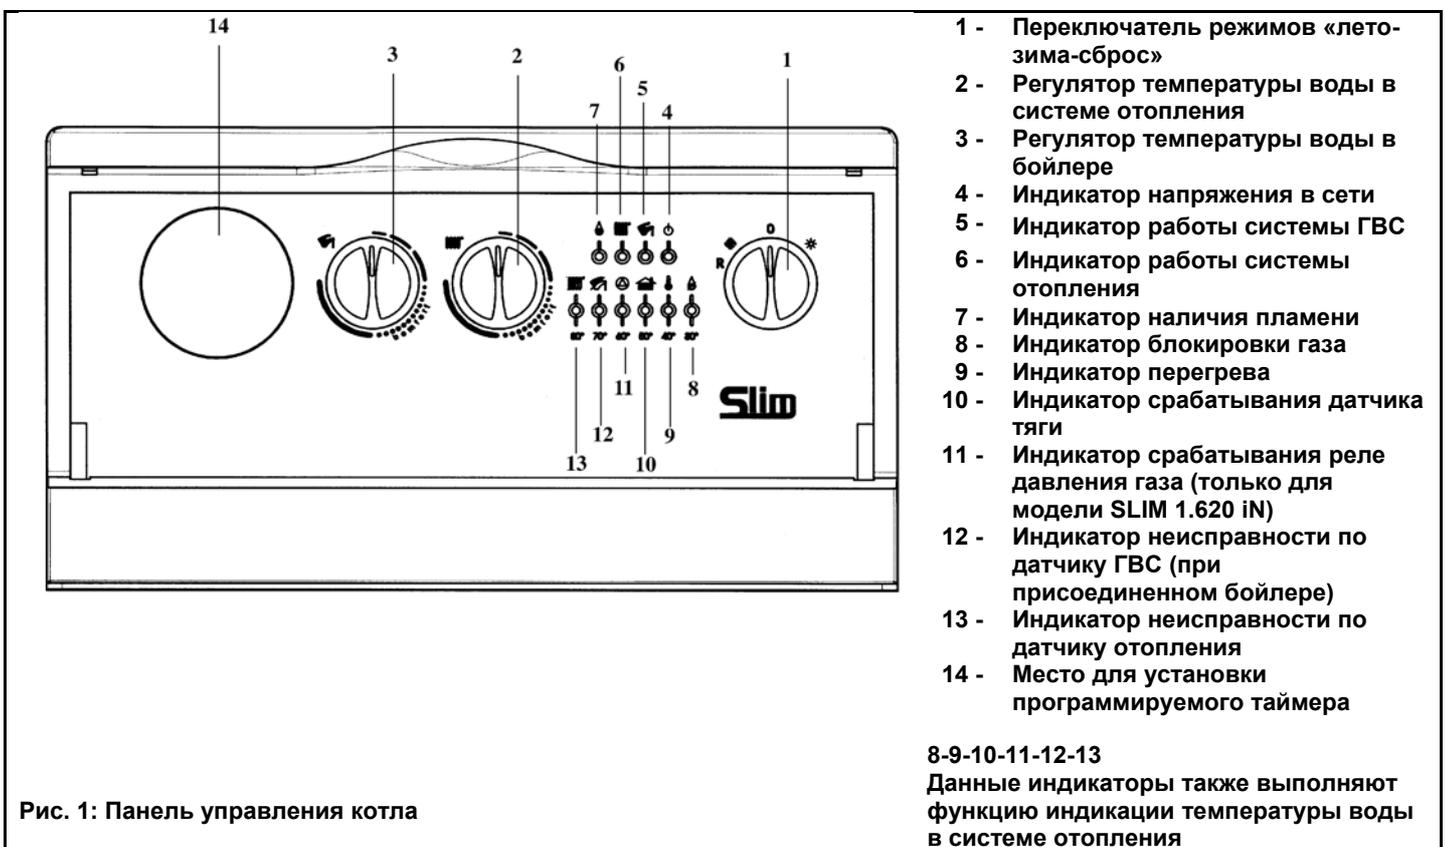

Рис. 1: Панель управления котла
- установить переключатель режимов «лето - зима» (рис. 1, позиция 1) в режим «зима» ❄️;
- установить регулятор температуры воды в системе отопления (рис. 1, позиция 2) на нужное значение.
Важная информация: при переключателе режимов «лето - зима» (рис. 1, позиция 1), установленном в положении «зима» ❄️, перед каждым очередным включением котла по сигналу регулятора системы отопления установлена задержка на несколько минут (для того чтобы избежать частых включений/выключений). Для того чтобы горелка включилась сразу, переведите переключатель в положение (0), а затем снова установите режим «зима».
Внимание! При первом включении внутри трубы подачи газа могут образоваться воздушные пробки. В таких случаях горелка не будет включаться и произойдет блокировка котла по газу (загорается красная лампочка блокировки котла - рис. 1, позиция 8). При возникновении данной проблемы повторите процесс включения котла до поступления газа в горелку, кратковременно установив перед включением переключатель режимов (рис. 1, позиция 1) в положение R (сброс).
Регулятор температуры воды в бойлере (рис. 1, поз. 3) может использоваться только при наличии накопительного бойлера. В этом случае возможно отрегулировать температуру воды контура ГВС, установив регулятор на нужное значение.
Приоритет ГВС можно отключить установив регулятор (рис. 1, поз. 3) на минимальное значение в соответствии с функцией защиты от замерзания воды в бойлере.
Данное устройство может быть снабжено комнатным термостатом для контроля температуры отапливаемого помещения. В этом случае регулятор температуры воды в системе отопления (рис.1, поз. 2) устанавливается в максимальное положение, а сигналы на включение и выключение котла поступают от комнатного термостата.
При отсутствии комнатного термостата температура помещения регулируется косвенным образом при помощи регулятора температуры воды в системе отопления (рис.1, поз. 2); при таких условиях насос системы отопления работает постоянно. Для увеличения температуры повернуть регулятор по часовой стрелке, для уменьшения - против часовой стрелки.
- Установить переключатель режимов (рис. 1, поз. 1) в положение (0), проследив, чтобы лампочка-индикатор (рис. 1, позиция 4) погасла; таким образом, прекращается подача электричества на котел.
- переключатель режимов (рис.1, позиция 1) не установлен в положение (0);